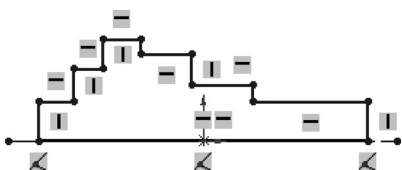

图 8-3 绘制轴的外形轮廓线
**04** 绘制轴的外形轮廓。单击“草图”控制面板中的“直线”按钮，在绘图区草绘轴的外形轮廓线，如图 8-3 所示。